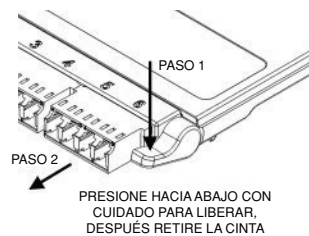

Figura 15
- 5.4.4 Para retirar presione hacia abajo en el botón de liberación y deslice la cinta o placa adaptadora hacia delante para retirarla (Figura 15).